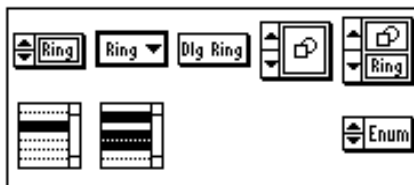

Рисунок 3.14. Палитра «List & Ring»
3.4.4. Меню и диалоги. В палитре «List & Ring» («Список и свиток») доступны средства управления, предназначенные для организации диалогового взаимодействия с пользователем (см. рисунок 3.14). Все они представляют собой варианты меню, элементами которых могут служить как текстовые строки, так и изображения.